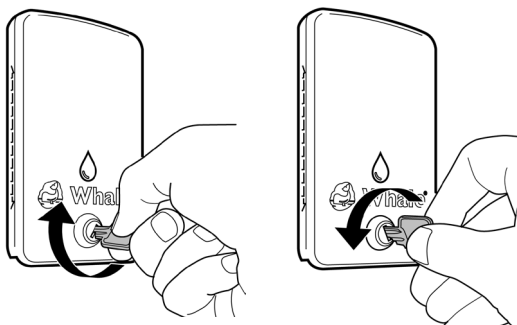

Figura 3. Blocco e sblocco del coperchio
- (Figura 3) I coperchi della bocchettone acqua e della bocchettone acqua + presa da 12v hanno un blocco di sicurezza integrato, per limitare l'accesso alla vostra alimentazione di acqua dolce. Girare in senso orario per bloccare e in senso antiorario per sbloccare il coperchio.